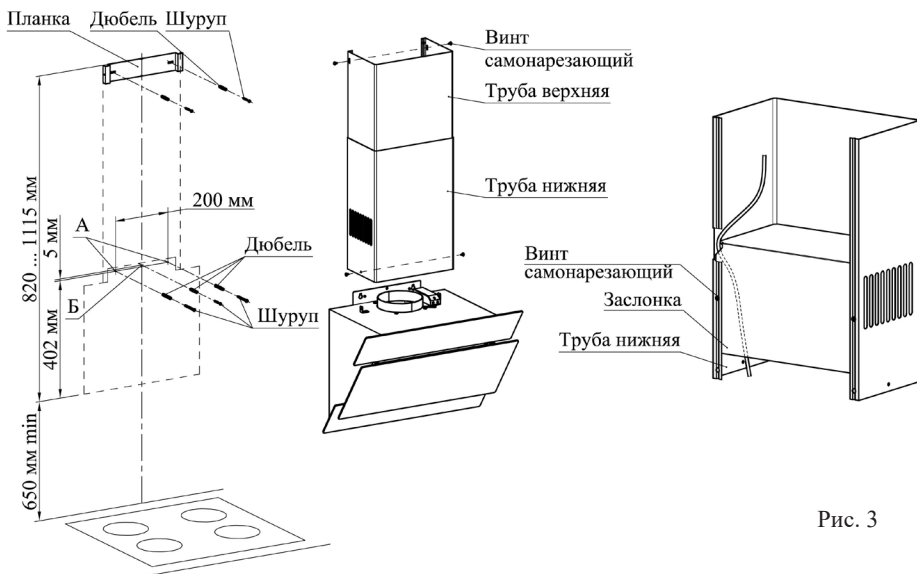

Рис. 3
**ВНИМАНИЕ!** МИНИМАЛЬНОЕ РАССТОЯНИЕ МЕЖДУ ПЛОСКОСТЬЮ УСТАНОВКИ ПОСУДЫ НА ПЛИТУ (НАГРЕВАТЕЛЬНОЙ ПОВЕРХНОСТЬЮ) И ВОЗДУХООЧИСТИТЕЛЕМ ДОЛЖНО БЫТЬ 65 см. ВОЗДУХООЧИСТИТЕЛЬ КРЕПИТЬ НА РОВНУЮ ПОВЕРХНОСТЬ (рис. 3).
- 6.3 С учетом установочной высоты и центральной линии разметьте на стене отверстия (А и Б) (рис. 3).
- 6.4 Просверлите отверстия диаметром 8 мм: А на глубину 70 мм, Б на глубину 50 мм (рис. 3).
- 6.5 В отверстия вставьте дюбели согласно рис. 3 и по отверстиям А заверните не до упора два шурупа, на которые навесьте воздухоочиститель.